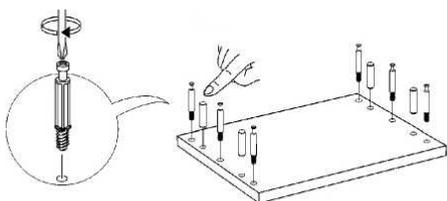

Рис. 3 - Установка шкантов и штоков эксцентриков
2.1 Ввинтите в нижний щит с утолщением (3), крышку с утолщением (9), боковые стенки (4,5), перегородку (6) штоки эксцентриков, а также вставьте шканты. (Рис.3).